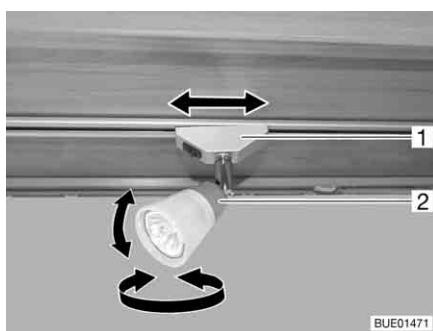

Fig. 67 Faretto
Orientamento: ■ Afferrare l'involucro (Fig. 67,2) e girarlo.
Posizionamento: ■ Afferrare il supporto (Fig. 67,1) e ruotarlo di circa 45°.
- Afferrare il supporto (Fig. 67,1) e ruotarlo di 90°.